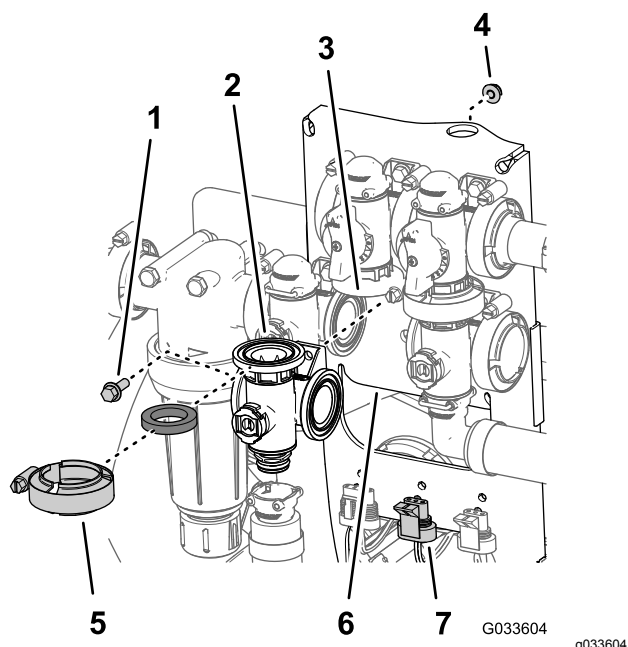

Figura 112
1. Alinhe a flange do coletor da válvula de agitação, uma junta e a flange da válvula de derivação da agitação (Figura 112).
9. Monte a válvula de agitação na montagem da válvula com o parafuso de cabeça flangeada e porca de bloqueio flangeada (Figura 112) que removeu no passo 3 de Remoção da válvula do coletor de agitação \(página 77\) e aperte a porca e parafuso com 10 a 12 N·m.